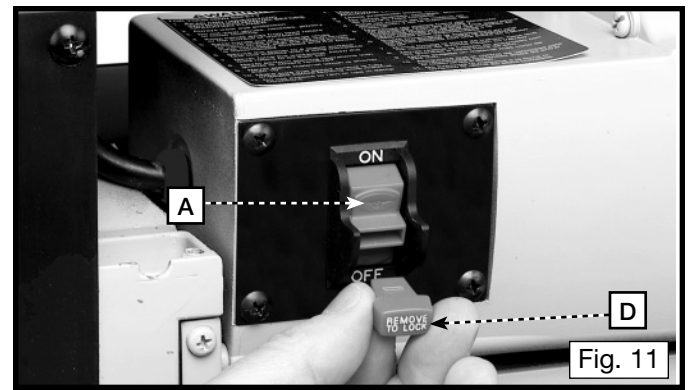

Fig. 11
**IMPORTANT :** Lorsque l'outil est inutilisé, l'interrupteur doit être verrouillé en position d'arrêt afin d'empêcher toute utilisation non autorisée. Pour ce faire, saisir la bascule de l'interrupteur (D, fig. 11) et la retirer de l'interrupteur (A). Une fois la bascule de l'interrupteur (D) retirée, l'interrupteur ne fonctionnera pas. Cependant, si la bascule de l'interrupteur est retirée lorsque que la raboteuse fonctionne, il sera possible d'éteindre l'appareil et non de le redémarrer sans réinsérer la bascule de l'interrupteur (D).